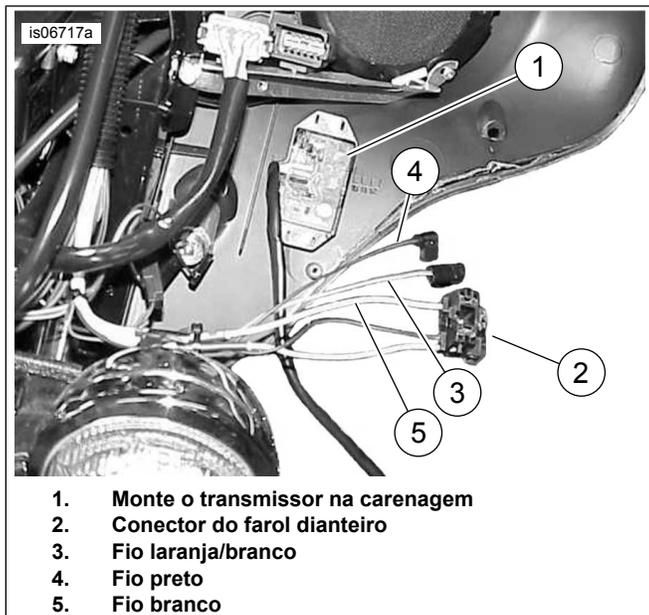
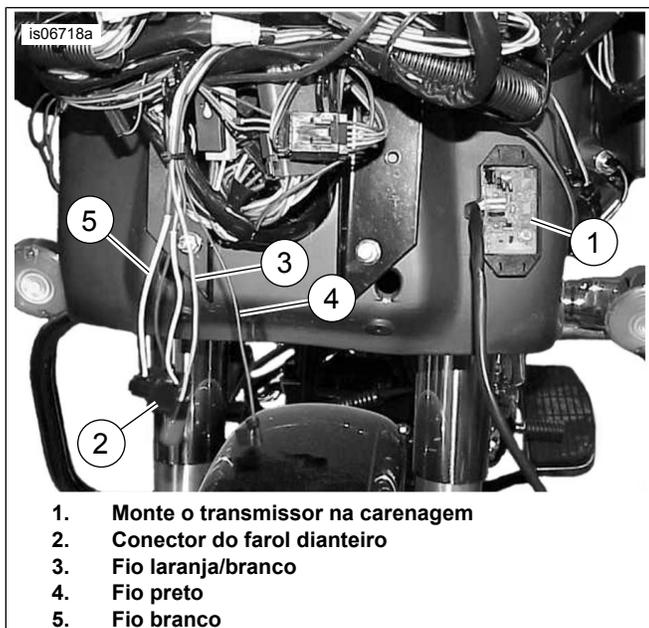

Figura 11. Fios para ligações do transmissor (FLHT/X de 2013 e anteriores)
Figura 12. Fios para ligações do transmissor (FLTR de 2013 e anteriores)
| Touring/Trike (FLHT/X, FLTR, de 2013 e anteriores) | Parte de cima do interior da carenagem, com almofada de espuma (antes disso, remova a carenagem exterior) (Ver a Figura 11. e Figura 12). | |
3. Ver Figura 11. (Modelos FLHT, FLHX) ou Figura 12 . (Modelos FLTR). Monte o transmissor na parte de cima da carenagem.